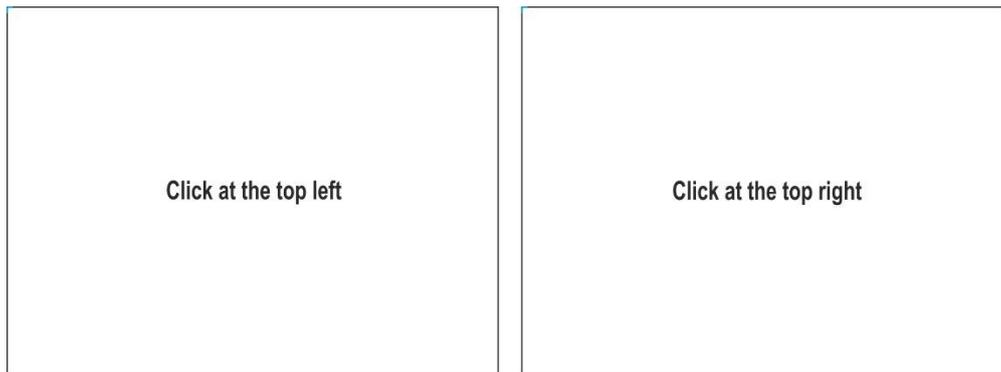

Fig. 10: Videate calibrazione touch screen – Parte alta
1. Selezionare la voce **“Inizio”** del campo **“Calibrazione”**. Lo strumento fornisce il messaggio **“Toccare in alto a sinistra”**. Toccare la parte alta dello schermo in prossimità del riferimento azzurro presente sullo spigolo sinistro (vedere Fig. 10 – parte sinistra)
2. Lo strumento fornisce il messaggio **“Toccare in alto a destra”**. Toccare la parte alta dello schermo in prossimità del riferimento azzurro presente sullo spigolo destro (vedere Fig. 10 – parte destra)